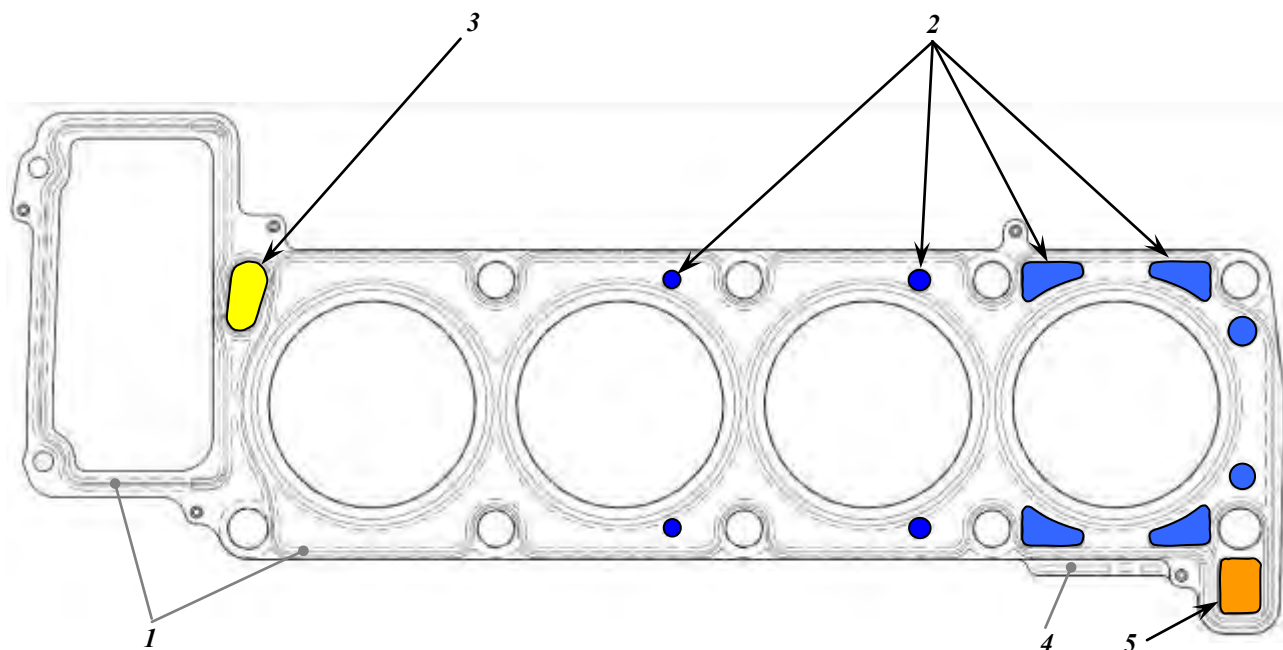

Рис.12. Прокладка головки цилиндров:
**Прокладка головки цилиндров** (рис.12) – стальная, трехслойная, с уплотняющим покрытием 1 в виде рисунка по периметрам окон цилиндров, каналов охлаждения 2 и смазки 3 и 5. Толщина прокладки 1,02 мм.